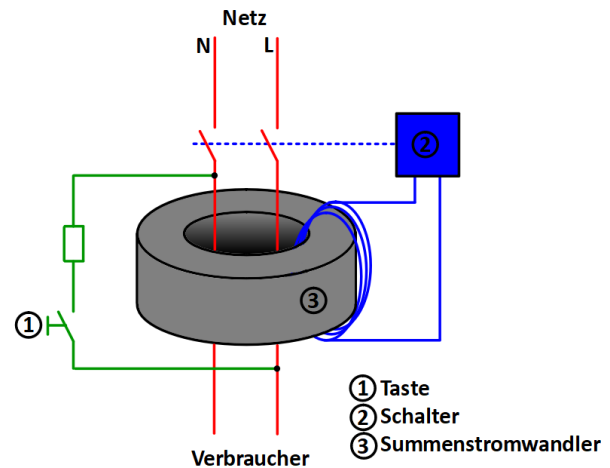

Abbildung 3: Bestandteile eines FI-Schalters
Die Erkennung eines Fehlerstroms erfolgt über einen Summenstromwandler (③) (Abbildung 3). Die gegenläufigen Ströme erzeugen im L- und N-Leiter im ringförmigen Eisenkern zwei Magnetfelder. Diese Magnetfelder sind entgegengesetzt gerichtet und heben sich daher auf.